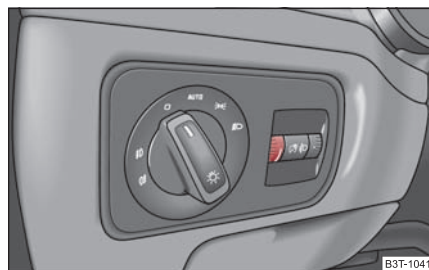

Fig. 58 Tableau de bord: Eclairage de l'instrumentation
- Tournez le régulateur ⇒ fig. 58 sur l'intensité souhaitée pour l'éclairage de l'instrumentation. ▶